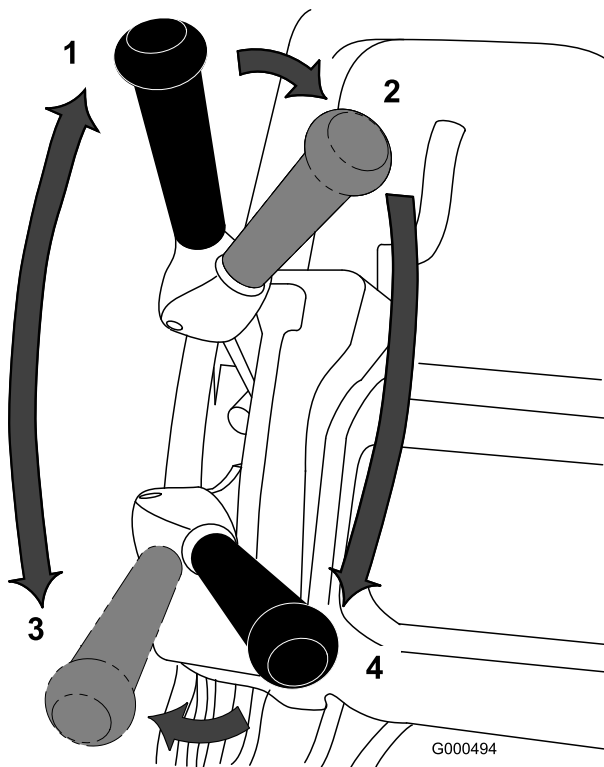

Figura 27
1. Arranque el motor, ponga el acelerador en Lento, empuje el manillar hacia abajo para elevar la unidad de corte, apriete el control de presencia del operador, ponga la palanca de tracción en la posición de Engranado y lleve el cortacésped al borde del green (Figura 27).
2. Mueva la palanca de tracción a la posición de Desengranado y engrane la palanca de transmisión del molinete (Figura 27).
3. Mueva la palanca de tracción a la posición de Engranado, aumente la velocidad con el acelerador hasta que el cortacésped se desplace a la velocidad deseada, lleve el cortacésped al green, baje la parte delantera del cortacésped y empiece a segar (Figura 27).